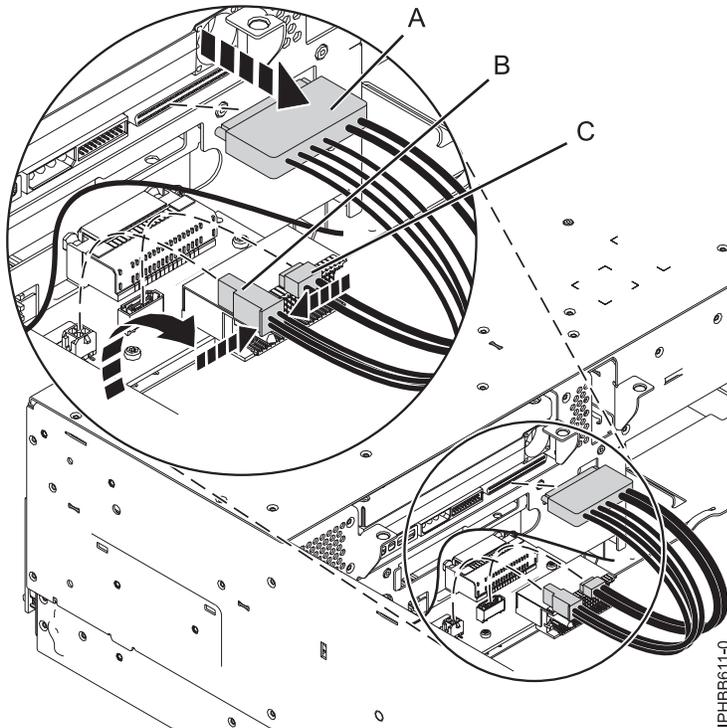

Figure 5. Déconnexion des câbles de l'unité de stockage du fond de panier d'unité de disque
11. Débranchez les câbles qui se trouvent à l'arrière du fond de panier d'unité de disque, comme indiqué dans la figure 5, à la page 7. Si vous avez connecté un câble SAS externe, pensez à débrancher ce câble du fond de panier d'unité de disque. Pour plus d'informations sur le port SAS externe, voir Installation du port SAS externe sur un modèle 8233-E8B ou 8236-E8C.